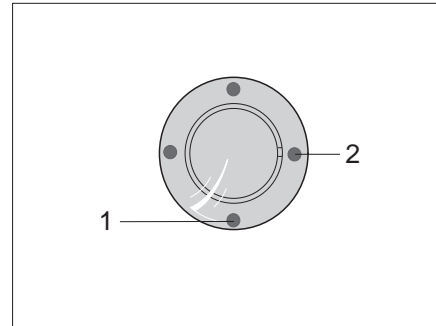
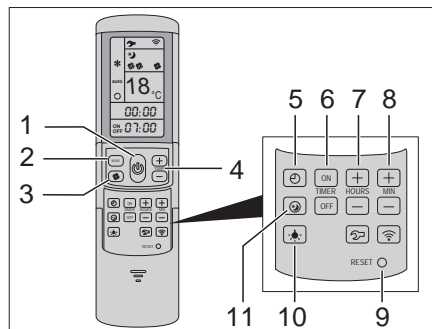

Bild 226 IR-Empfänger/Funktionsanzeige
Bild 227 Fernbedienung
Die Klimaanlage ist auf dem Dach des Fahrzeugs angebracht. Die Fernbedienung (Bild 227) für die Klimaanlage befindet sich im Küchenbereich.
- Fahrzeug an die 230-V-Versorgung anschließen. Die Klimaanlage ist betriebsbereit. Die blaue LED (Bild 226,1) leuchtet.
- Zum Einschalten die Taste (Bild 227,1) auf der Fernbedienung drücken. Die blaue LED (Bild 226,1) blinkt.
- Die gewünschte Betriebsart mit der Taste MODE (Bild 227,2) einstellen.
- Bei Bedarf mit der Taste (Bild 227,3) die gewünschte Gebläsestufe und mit den Tasten (Bild 227,4) die Raumtemperatur einstellen.
Ist die auf der Fernbedienung eingestellte Temperatur erreicht, erlischt die blaue LED (Bild 226,1), der Kompressor schaltet ab und das Umluftgebläse läuft weiter.
- Zum Ausschalten die Taste (Bild 227,1) auf der Fernbedienung erneut drücken.
- Zum Programmieren die Klimaanlage mit der Taste (Bild 227,1) auf der Fernbedienung einschalten.
- Mit der Taste (Bild 227,2) die gewünschte Betriebsart und mit den Tasten (Bild 227,4) die Raumtemperatur einstellen.
- Mit den Tasten (Bild 227,6) die gewünschte Funktion auswählen:
- Mit den Tasten (Bild 227,7 und 8) die gewünschte Schaltzeit wählen (15 Minuten bis 24 Stunden).
- Einstellung mit den Tasten "ON" oder "OFF" (Bild 227,6) bestätigen.